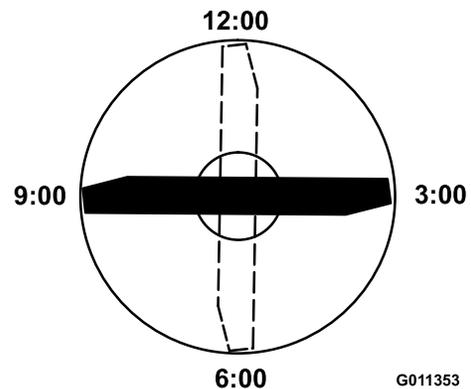

Figura 57
4. Posicione a extremidade de corte da extremidade marcada da lâmina nas 12 horas (a direito na direção do corte) (Figura 57) e meça a altura da mesa à extremidade de corte da lâmina.
5. Rode a extremidade marcada da lâmina para as posições das 3 horas e das 9 horas (Figura 57) e meça as alturas.